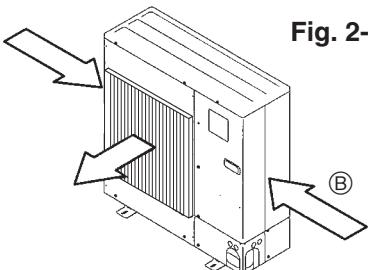
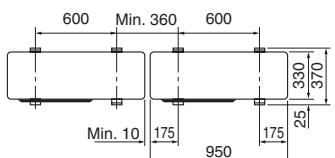

Fig. 2-5
Fig. 3-1
- ③ По возможности разместите прибор так, чтобы воздух из выходного отверстия выдувался в направлении, перпендикулярном к сезонному направлению ветра. (Fig. 2-5)
- ④ Направление ветра
- Обязательно устанавливайте прибор на твердой ровной поверхности для предотвращения его дребезжания во время эксплуатации. (Fig. 3-1)